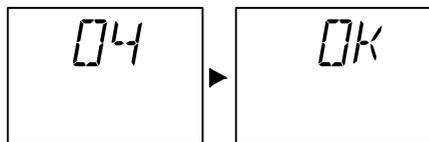

Рисунок 5.43
- Через 5 секунд после настройки режима работы насоса на ЖК-дисплее появится надпись «OK» в подтверждение того, что автоматическое сохранение установленного значения прошло успешно (см. Рисунок 5.43).